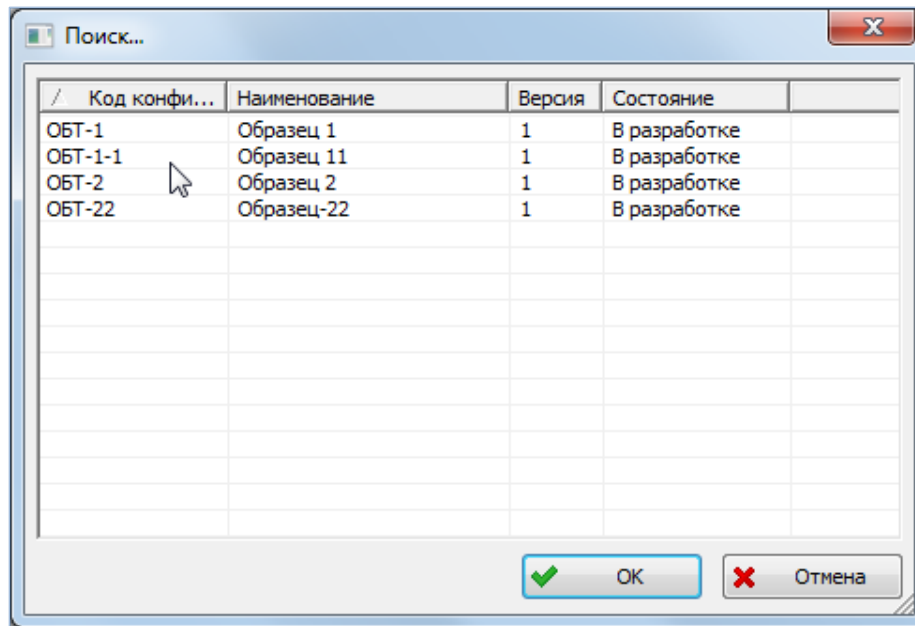

Рис. 13-87 – Выбор конфигурации для сравнения
2) Нажать кнопку «Добавить». В появившемся окне «Поиск» выбрать конфигурацию для сравнения и нажать «ОК» (рис. 13-87).